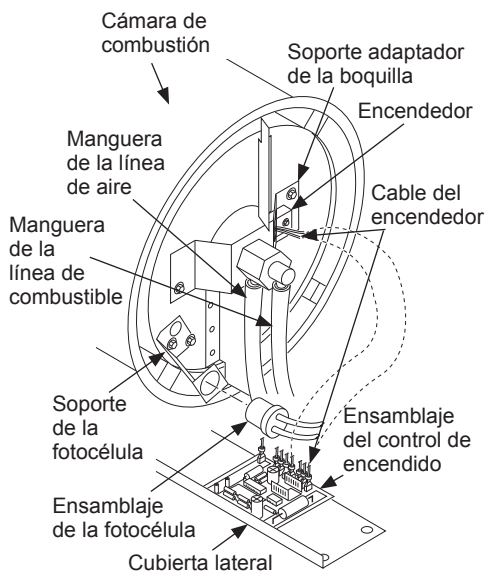

Figura 12 - Desconexión de los cables del encendedor del ensamblaje del control de encendido
3. Extraiga la cubierta lateral de control con un controlador de 5/16" tuerca. Quite la tapa lateral (ver figura 12).
4. Desconecte los cables del encendedor del ensamblaje del control de encendido (consulte la figura 12). Pase los alambres del encendedor a través del orificio en la cubierta inferior.
11. Pase los cables del encendedor nuevamente hacia abajo a través del orificio en la cubierta inferior. Conecte los cables al ensamblaje del control de encendido (consulte la figura 12, página 35).
3. Retire el conjunto de control de encendido de edad. Instale el nuevo conjunto de control de encendido (vea la Figura 12, página 35).